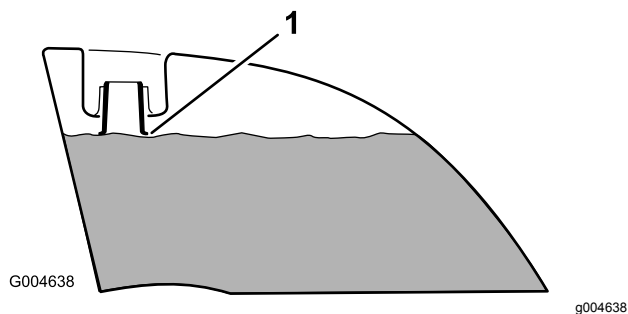

Bild 11
4. Füllen Sie beide Kraftstofftanks auf, bis der Stand an der Unterkante des Einfüllstutzens liegt (Bild 11). Überfüllen Sie die Kraftstofftanks nicht.